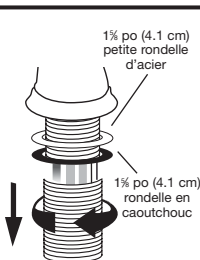

Figure 1
- Dévissez et retirez l'extension fileté du corps de vanne. **Ne la jetez pas, car vous en aurez besoin plus tard** (Figure 1).